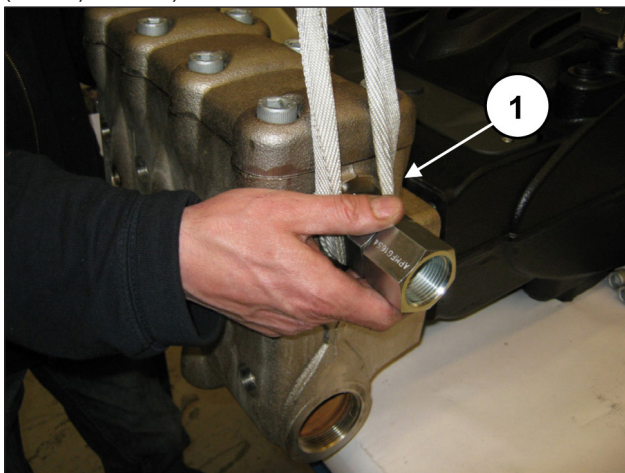
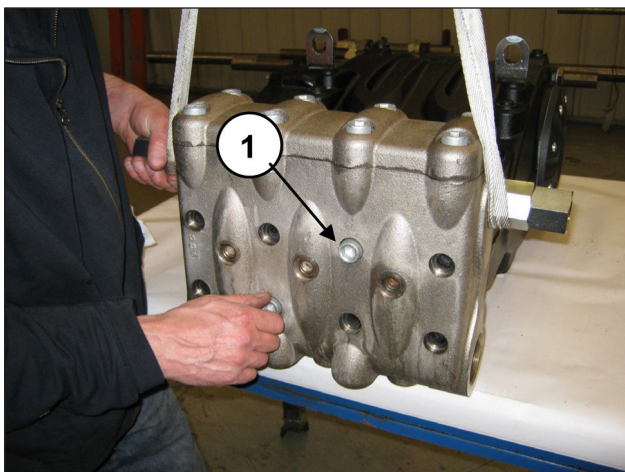

Рис. 131
Рис. 132
Установите торец на картер насоса (поз. ①, Рис. 131), стараясь не задеть поршни, и завинтите 8 винтов M16x180 (поз. ①, Рис. 132).